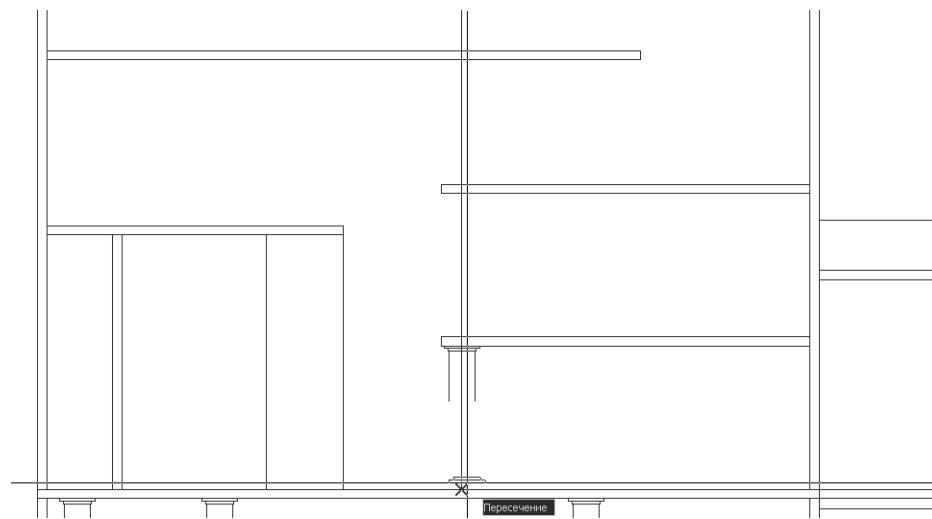

Рис. 8.30 ▼ Вставка зеркального отображения блока **Монтажное кольцо 50**
25. Вставьте полученный блок, не забыв в окне **Вставка блока** (Insert) в качестве масштабного коэффициента по оси Y указать **-1** для зеркального отображения вставляемого блока (рис. 8.30).